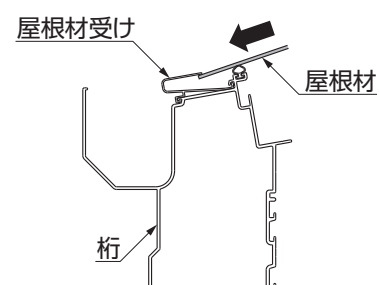

図9-4 C部詳細図
- ③ 屋根材受けに屋根材を差込んでください。（図9-4参照）